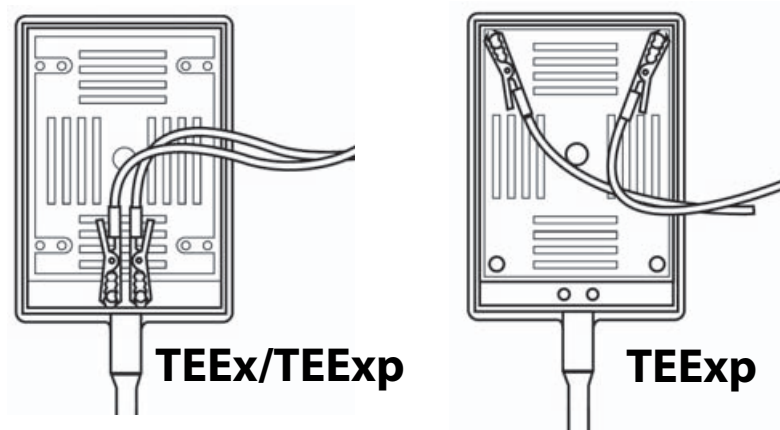

Figure 3 Branchement du connecteur de la sonde
- c** Raccorder les câbles rouges aux vis à tête creuse présentes sur le connecteur de la sonde, comme indiqué à la **Figure 3**. La configuration de ces câbles dépend de votre modèle de sonde. Se référer à l'étape 2b pour déterminer votre modèle de sonde.